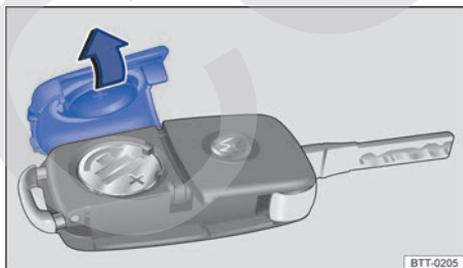

Fig. 20 Llave del vehículo con mando a distancia: abra la cubierta del alojamiento de la pila.
La pila se encuentra en el lado posterior de la llave con mando a distancia, debajo de una cubierta → **fig. 20**.
- Retire la cubierta en el lado posterior de la llave → **fig. 20** en el sentido de la flecha → ⌚.
- Coloque la cubierta según lo indicado → **fig. 20** y presione en el sentido contrario al de la flecha sobre la carcasa de la llave del vehículo hasta encajarla.